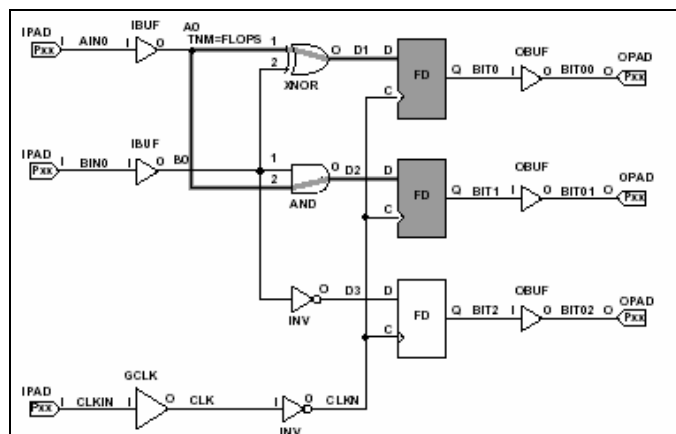

图5-13 TNM 约束附加在网线上
- (1) 当 TNM 约束加在网线上，该网线所在路径的有效同步元件将被赋予该 TNM 值，如图 5-13 所示。图中 TNM=FLOPS 约束加在名为 A0 的网线上，于是阴影标记的触发器被分到名为 FLOPS 的分组中。